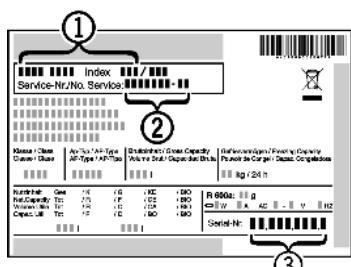

Fig. 55
- Считать обозначение устройства *Fig. 55 (1)*, сервисный номер *Fig. 55 (2)* и серийный номер *Fig. 55 (3)* с заводской таблички. Заводская табличка находится внутри устройства слева.